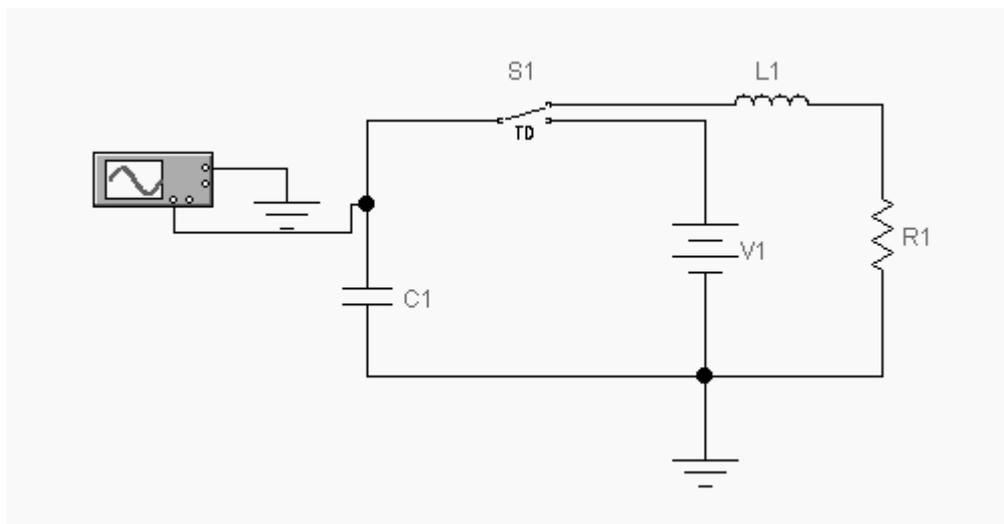

Рис. P4. Схема лектричного кола
2.1.2. Задана для роботи схема вказана на рис. P4.